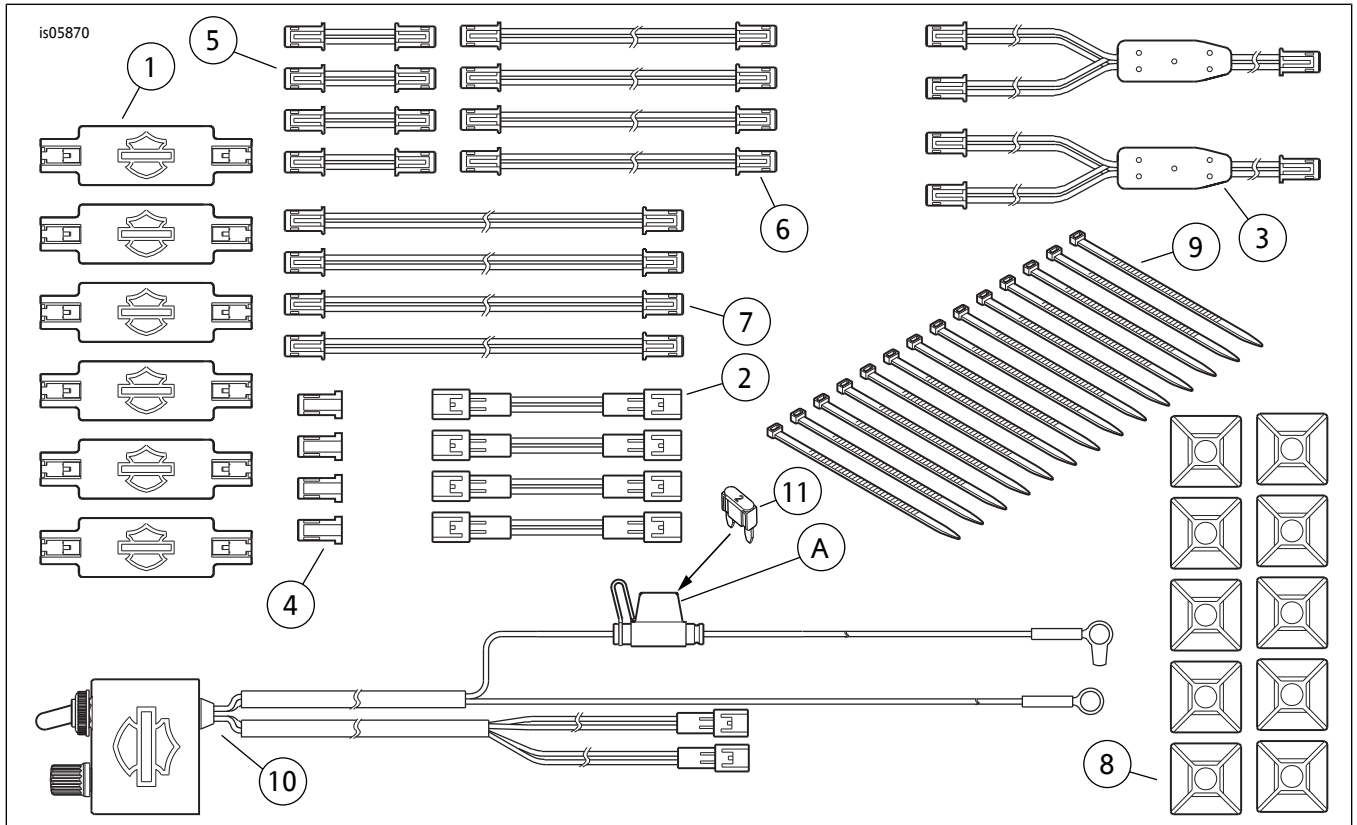
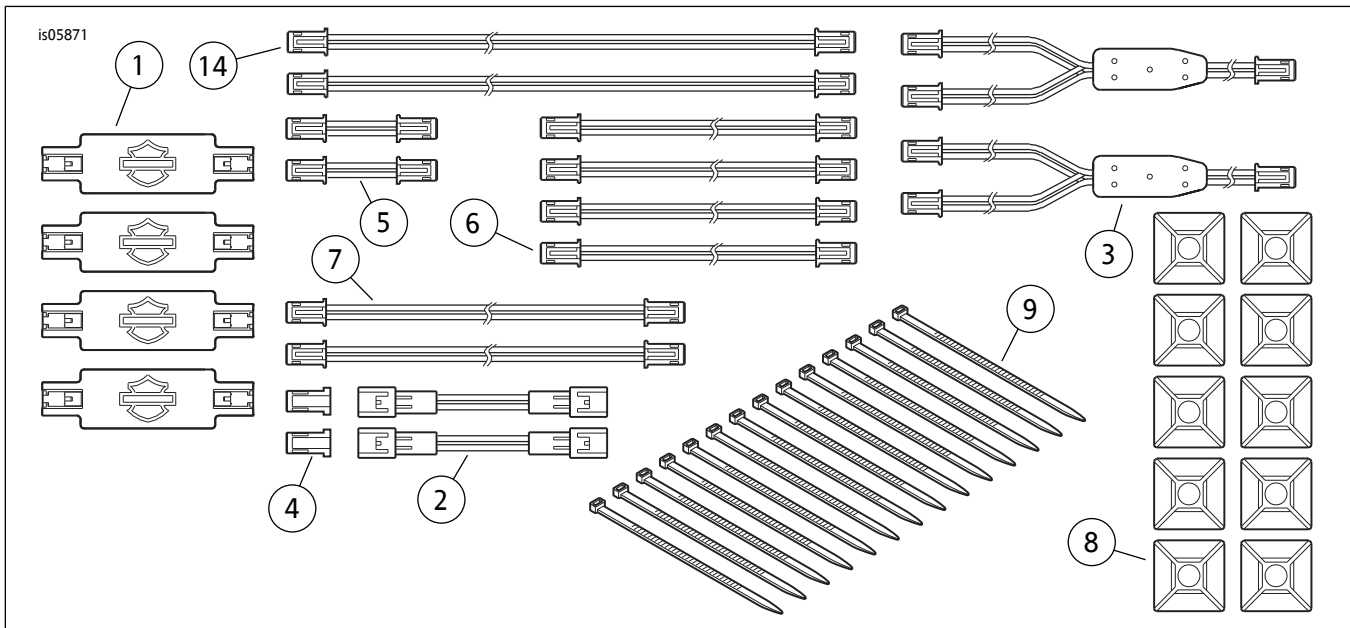

图2。维修零件，Electra-Glo灯串套件
图3。维修零件，Electra-Glo灯串扩展套件
参见图2、图3和表3。
1. 参见图2。将控制器盒(10)放到红色(+)和黑色(-)引线可以接触电池端子且骑手可以接触控制装置(车辆停放时)和串联保险丝架座(必要时)的平面。